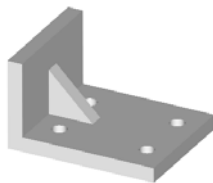

图 17.11.15 实体模型的着色处理
(1) 选择下拉菜单 **视图(V)** → **消隐(H)** 命令进行消隐处理。
(2) 选择下拉菜单 **视图(V)** → **视觉样式(S)** → **真实(R)** 命令进行着色处理。着色后，如果颜色很深，双击三维模型，在系统弹出的“特性”窗口的“颜色”下拉列表中将对象的颜色改为较浅的颜色，如图 17.11.15 所示。